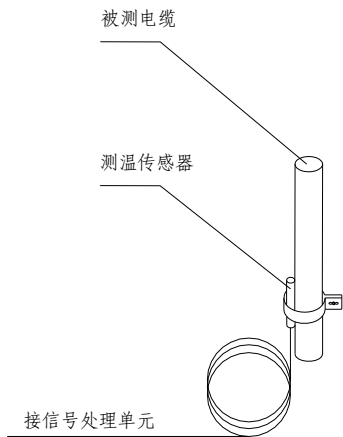

图 2.39 温度传感器安装过程分解图
➤ 探测器温度传感器安装如图 2.39 所示
- 探测器温度传感器安装如图 2.39 所示
温度传感器安装过程分解图参见图 2.39。